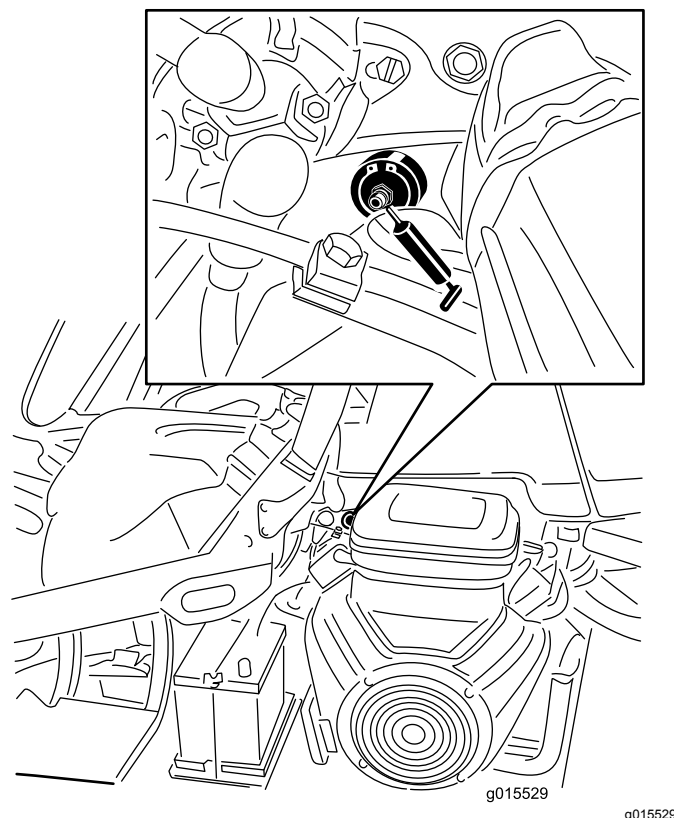

Figura 25
1. Pulite i raccordi di ingrassaggio in modo da evitare che corpi estranei possano entrare nel cuscinetto o nella boccola (Figura 25).